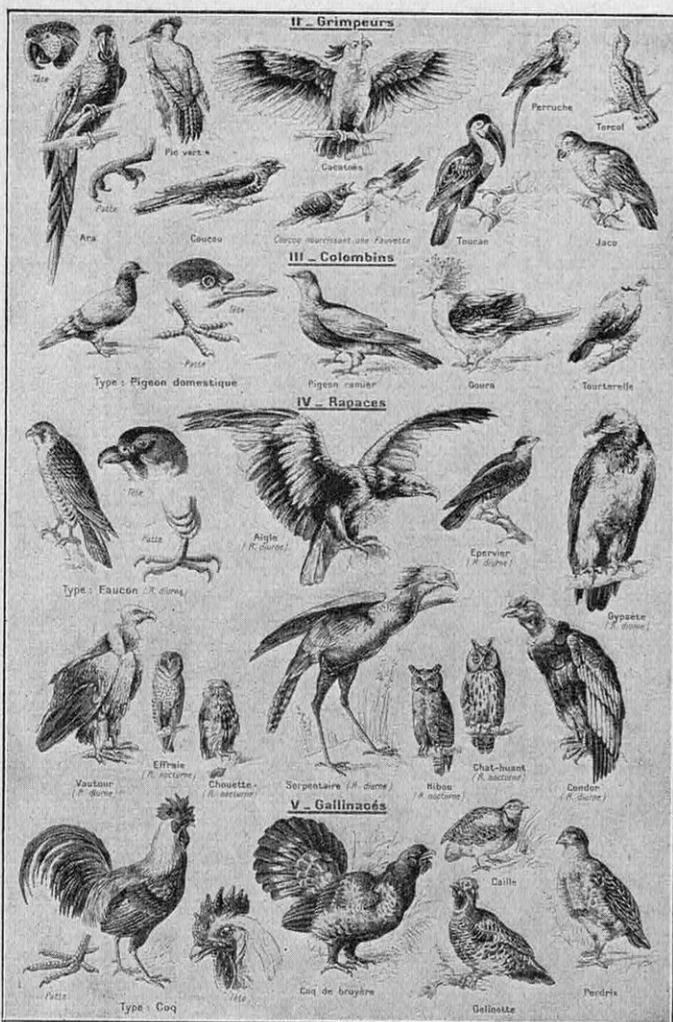

FIG. 1. — REPRODUCTION D'UNE PLANCHE DE « ZOOLOGIE », DE L'ENCYCLOPÉDIE ARISTIDE QUILET
Etant donné les résultats remarquables qu'il est possible d'obtenir, on comprend aisément l'essor prodigieux pris par les culasses en aluminium, depuis quelques mois, dans le monde entier. A l'heure actuelle, ce sont les Américains qui sont en tête dans ce domaine. A côté de Ford, qui a été l'un des premiers à adopter ce dispositif sur sa V 8 voir, fig. 1, les graphiques qui montrent les gains de puissance et de consommation ainsi réalisés (1)], nous pouvons, en effet, également citer Hudson, Studebaker, Chrysler, Auburn, Plymouth, Lincoln, De Soto, Dodge, Graham Page, Terraplane, Pierce, etc. En France, l'apparition de la culasse en aluminium a été très certainement une des caractéristiques les plus marquantes du dernier Salon de l'Automobile : des firmes comme Unic, Delaunay-Belleville, Chenard et Walker, Mathis (Emyhuit) l'ont adoptée, et, à ce sujet, nous ne pouvons mieux faire, pour conclure, que de